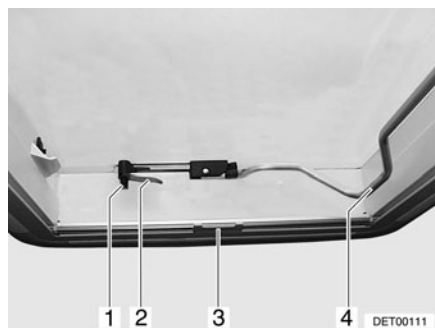
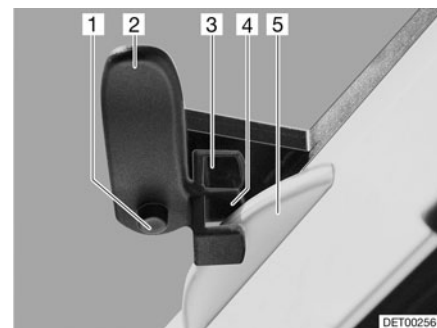

Fig. 44 Lanterneau Heki, fermé
Fig. 45 Lanterneau Heki en position de ventilation 1
- Appuyer sur le bouton de sûreté (Fig. 44,1) et tourner d'un quart de tour vers l'intérieur le levier de verrouillage (Fig. 44,2).
- Tirer l'étrier (Fig. 44,4) vers le bas, hors du dispositif de blocage.
- Tourner le levier de verrouillage (Fig. 44,2 et Fig. 45,2) d'un quart de tour. Le nez du dispositif de verrouillage du toit (Fig. 45,5) doit s'enclencher dans la fourche de verrouillage (Fig. 45,3).
- Enfoncer le bouton de sûreté (Fig. 45,1) et remettre le levier de verrouillage (Fig. 45,2) dans sa position initiale. Le nez du dispositif de verrouillage du toit (Fig. 45,5) doit s'enclencher dans la fourche de verrouillage (Fig. 45,4) inférieure.